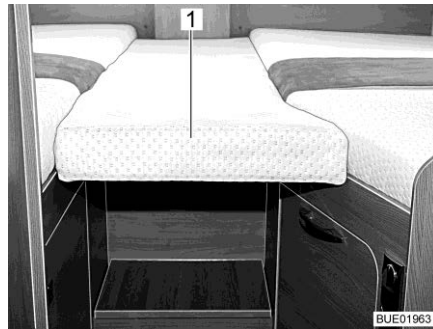
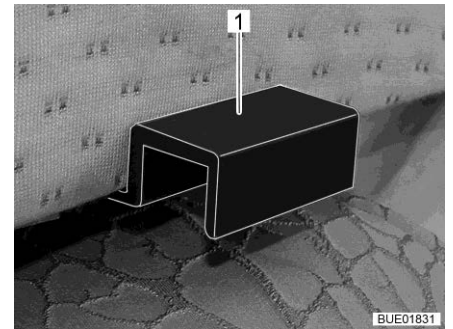

Fig. 169 Coussin supplémentaire
Fig. 170 Fixation du coussin supplémentaire
- Accrocher le coussin supplémentaire (Fig. 169,1) avec les fixations (Fig. 170,1) dans les caches des lits simples de manière à ce qu'il se forme un couchette complète.